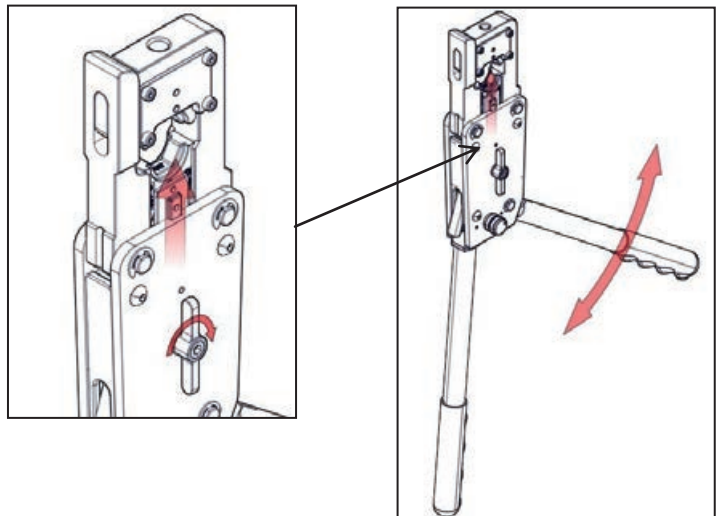

Figura 3. Comprobación del funcionamiento
- (2) Mueva el mango repetidamente para asegurarse de que funcione sin problemas. (Consulte la figura 3).
(2) Balance repetidamente a alça móvel para ter a certeza que está a trabalhar sem problemas. Veja a Figura 3